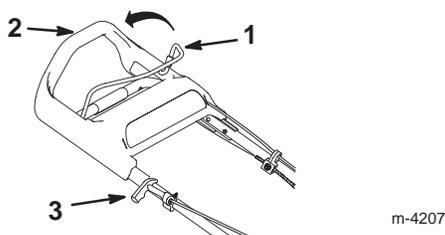

Figure 10
3. Serrez la barre de commande de la lame contre la partie supérieure du mancheron (Fig. 10).
4. Tirez lentement la poignée du lanceur jusqu'à ce que vous sentiez une résistance, puis tirez vigoureusement (Fig. 10). Laissez le lanceur se rétracter lentement jusqu'à la poignée.